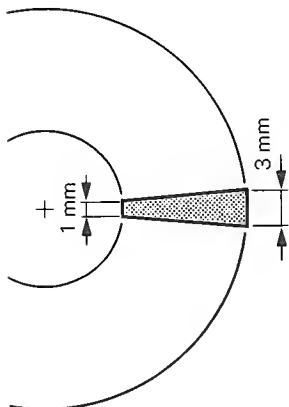

Fig. 4.1
- Überprüfen, ob die Nadel im abgesenkten Zustand auf dem Radius (Gerade durch das Drehzentrum) läuft, der senkrecht zur Tonzellenachse steht. Zulässige Abweichungen (siehe Fig. 4.1):
- With the cartridge lowered, check whether the stylus tip moves along a radius (straight line through the platter's center), which forms a right angle with the cartridge's center line. Permissible deviations (see fig. 4.1):
- Contrôlez si la pointe de lecture en position abaissée se pose exactement sur le rayon partant du centre du plateau. Ecarts admissibles (voir fig. 4.1):